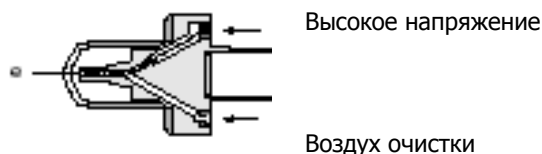

Рис. 5
Блок управления поставляет к пистолету низкое напряжение. Оно передается внутрь рукоятки, на каскад высокого напряжения(4) , через кабель порошкового пистолета (12) и вывод (11) пистолета. В каскаде (4), низкое напряжение первое время повышено (с). Затем это начальное высокое напряжение выпрямляется в каскаде (d) и размножается поэтапно до тех пор пока не достигнет необходимого высокого напряжения. Затем высокое напряжение направляется к электроду (e) в распылительную форсунку.(Сравнить рис. 5 и 6).